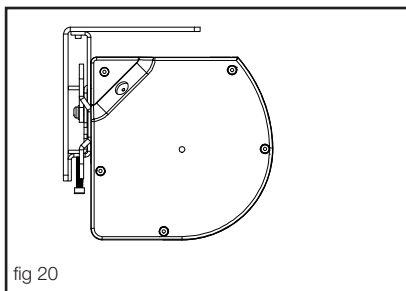

fig 20
- Lock the bracket by turning the arm (fig 20)
- Lås konsolen genom att vrida armen (fig 20)